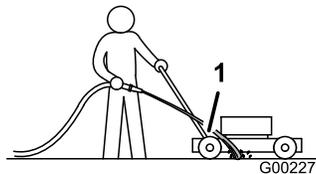

Рисунок 23
3. Удерживайте садовый шланг с включенной подачей воды на уровне рукоятки, направляя поток воды на землю непосредственно перед правым задним колесом (Рисунок 23).